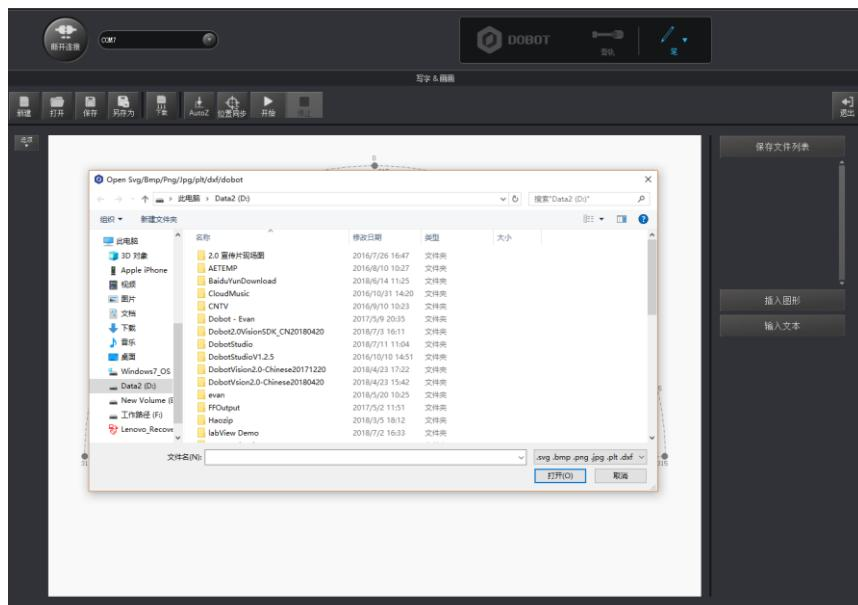
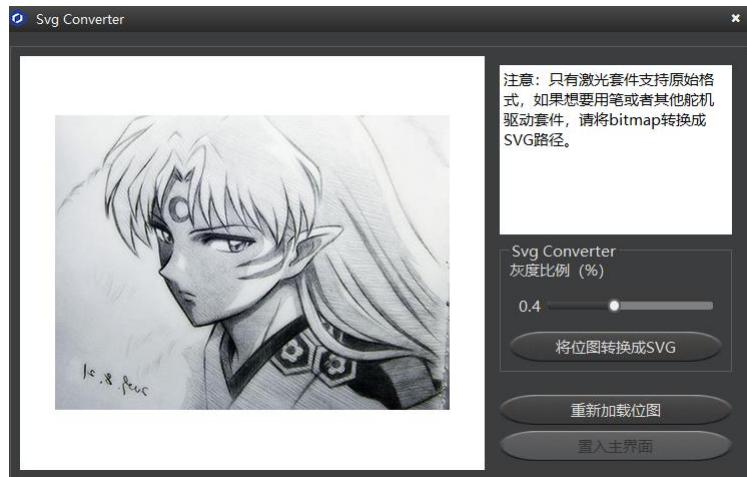

图 5.50 导入图片
图 5.51 转换位图
- 单击“打开”导入图片，比如BMP、JPEG和PNG，将其转换成DobotStudio可识别的SVG文件。如图 5.50所示。打开图片后，设置好合适的灰度比例，单击“将位图转换成SVG”，自动生成SVG文件，然后单击“置入主界面”可将生成的文件载入写字画画主界面。如图 5.51所示。